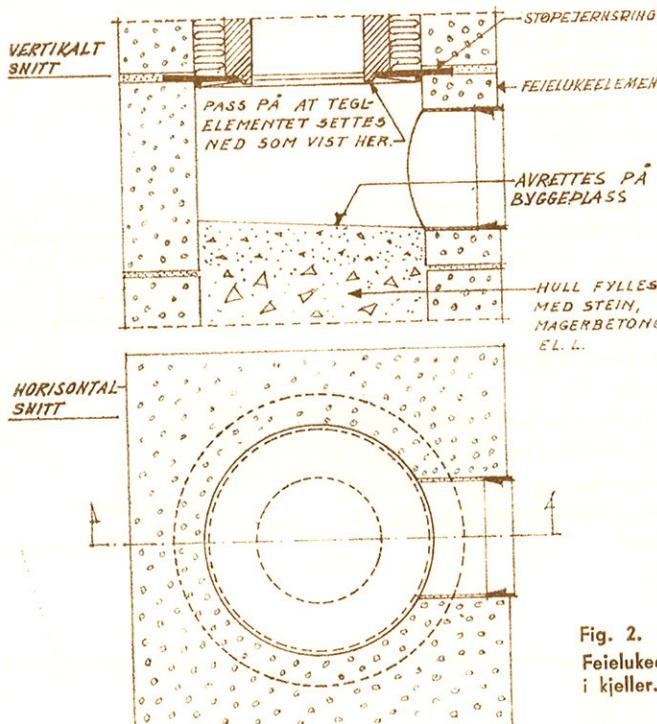

Fig. 2.
Leca feieluke-element kjeller med innstøpt 6" feieluke for sotuttak (se fig. 2).
Støpejernsring som ansats for teglforingen (se fig. 2).
**Feielukeelement kjeller** placeres slik at luken slår den vei man ønsker (fig. 2). I mørtefugen over elementet legges så inn støpejernsringen som skal understøtte teglforingen. Støpejernsringen har en vulst som passer i hullet på feielukeelementet.